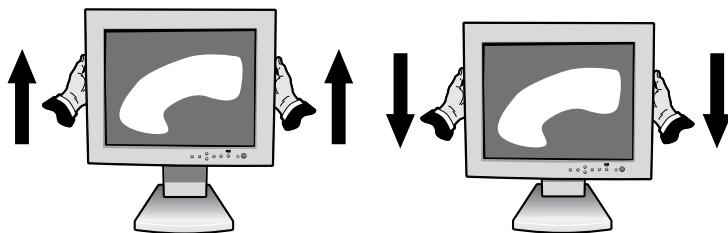

Figure RL.1
Il est possible de lever ou de baisser le moniteur en mode Portrait ou Paysage. Pour lever ou baissez l'écran, placez les mains de chaque côté du moniteur et soulevez ou abaissez à la taille désirée (**Figure RL.1**).
Avant de le tourner l'écran, celui-ci doit être soulevé à sa hauteur maximale afin d'éviter qu'il ne heurte la table ou que vous ne vous coinciez les doigts. Pour lever l'écran, placez les mains de chaque côté du moniteur et soulevez jusqu'à la position la plus élevée (**Figure RL.1**).
2. Placez les mains de chaque côté de moniteur et soulevez jusqu'à la position la plus élevée (**Figure RL.1**).